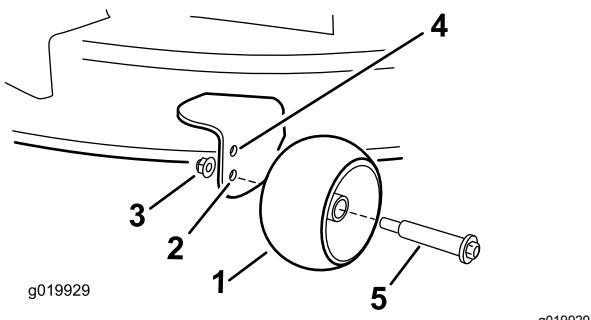

Figura 28
dell'altezza di taglio pari o inferiori a 63 mm (Figura 28).
- Foro inferiore: utilizzate questa posizione con il piatto di taglio nelle posizioni dell'altezza di taglio pari o superiori a 76 mm (Figura 28).